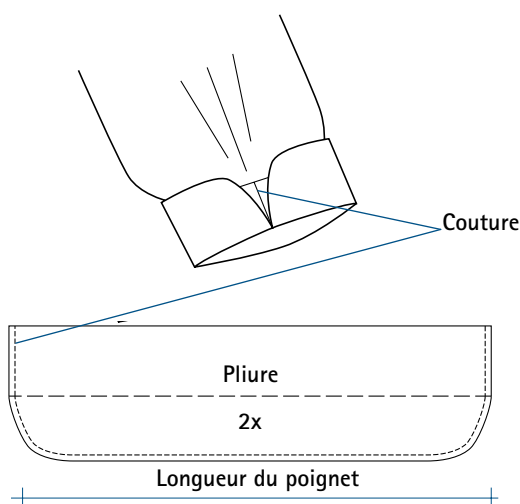

FIG. 1
- fermer par la couture sur la partie visible de la manche en dessous des bords arrondis (fig. 1) ;
Aussi, pour ce style de poignet, il est conseillé d'appliquer la technique présentée sur la figure 1.